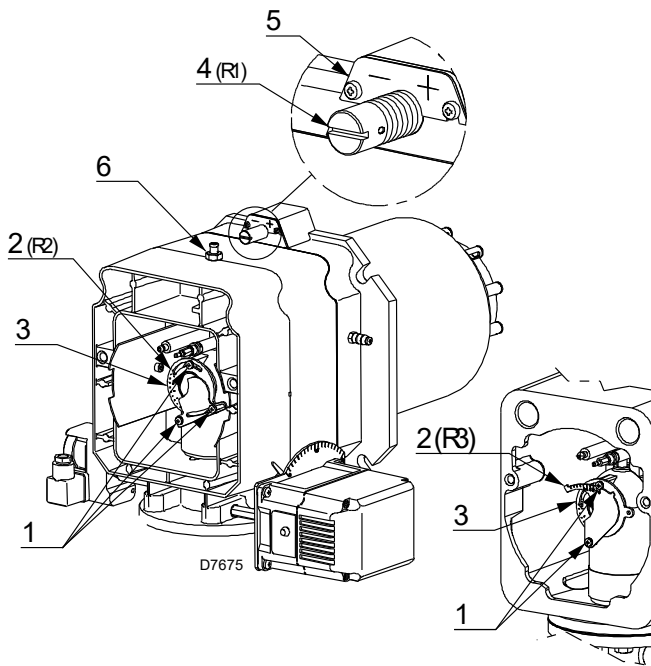

Рис. 20
- Поверните винт 4 (Рис. 20) так, чтобы полученная метка совпала с передней поверхностью 5) фланца.
- Отверните 3 винта 1) (Рис. 20) и поверните круглую гайку 2) так, чтобы открывшаяся метка совпала с указателем 3).